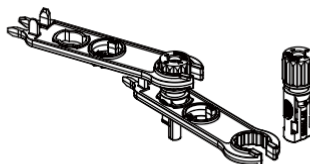

Imagen 3.5: conector con la tuerca de tapa atornillada
c) Inserte el pin de contacto en la parte superior del conector y atornille la tuerca de tapa a la parte superior del conector (tal y como se muestra en la imagen 3.5).